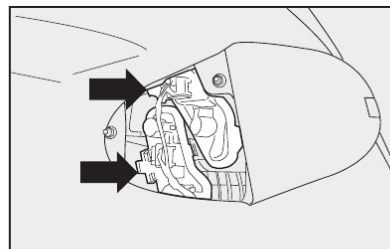

fig. 27
- 1) por dentro do porta-malas, puxar a tira de velcro e levantar o tapete que recobre o grupo das lanternas traseiras **A-fig. 27**;
- 2) pressionar as linguetas **fig. 27** e puxar os conjuntos porta-lâmpadas retirando-os de suas sedes;
- 3) remover as lâmpadas **fig. 27** empurrando-as levemente e girando-as levemente.